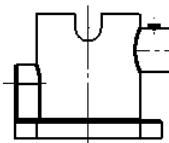

图 9.4.14 “消除隐藏线”显示模式
- (消除隐藏线): 视图中的不可见边线以实线显示，如图 9.4.14 所示。